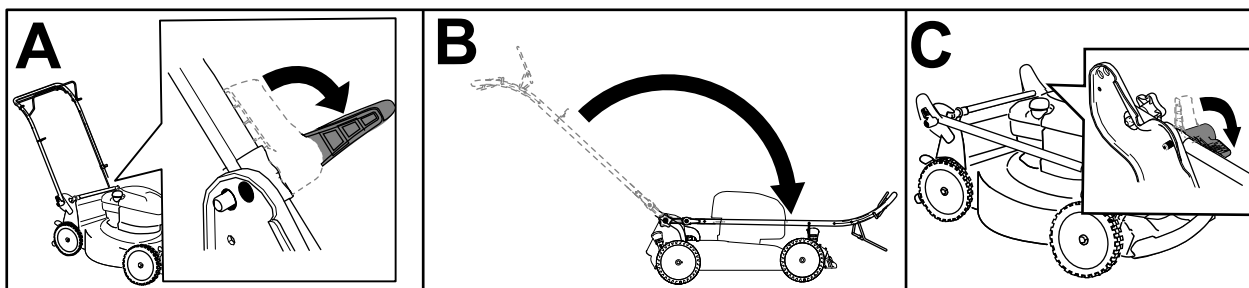

Figura 16
2. Abra las palancas de bloqueo del manillar hasta que pueda mover libremente la sección superior del manillar (Figura 16, A).
3. Pliegue el manillar hacia adelante y cierre las palancas de bloqueo del manillar (Figura 16, B y C).